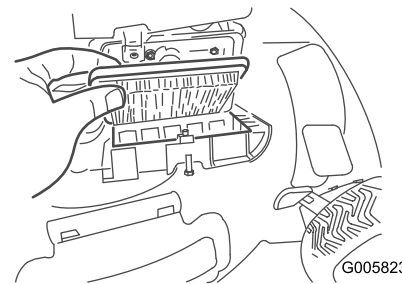

Figura 25
2. Sostituire il filtro dell'aria (Figura 25).